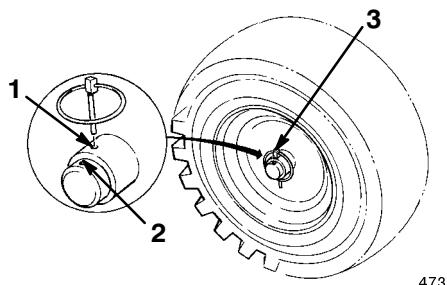

Figure 4
- Glissez les roues vers l'intérieur et insérez les goupilles dans les trous du moyeu et le trou **intérieur** de l'essieu (Fig. 4).